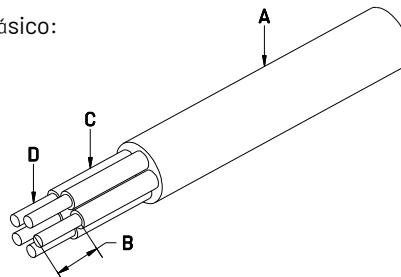

Figura 4-9 Retirar os cabos PE/N/L
1. Retirar os cabos L/N/PE de acordo com a Figura 4-9: